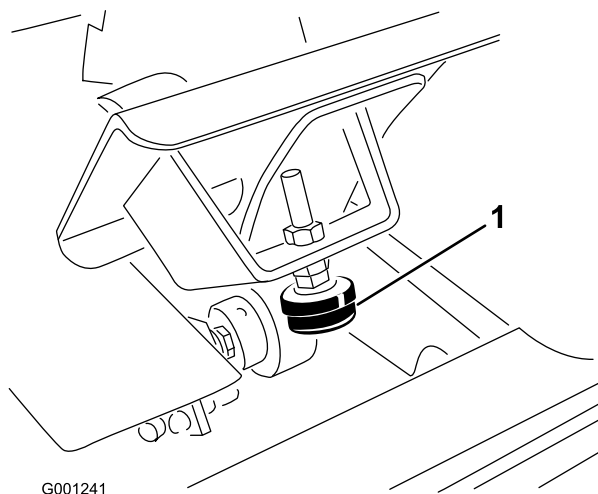

Figura 67
- Verifique o ajuste do batente do pedal de tracção. O batente do pedal (Figura 67) deve tocar ligeiramente na estrutura antes da bomba atingir o seu curso máximo.